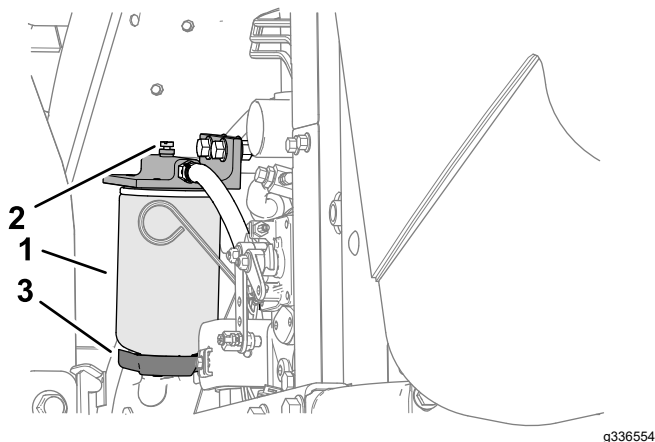

Figura 73
4. Afloje la válvula de vaciado en la parte inferior del cartucho del filtro (Figura 73).
3. Limpie la zona de montaje del cartucho del filtro (Figura 73).